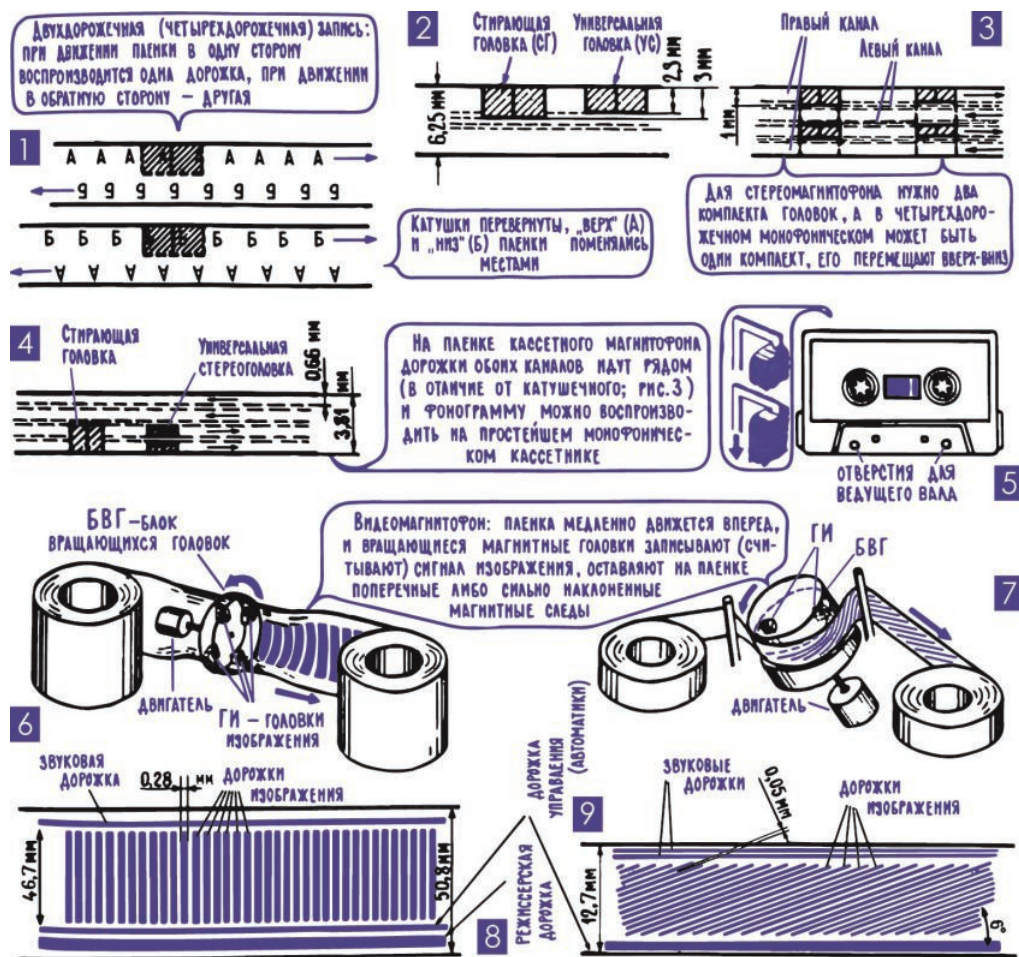

Рис. 13.14. Многодорожечная запись звука и видеозапись
*26. В большинстве магнитофонов электрический сигнал записывают на двух или на четырех параллельных дорожках, а в видеомагнитофонах – на большом числе дорожек, расположенных под углом или поперек пленки.* Для магнитофонов, где пленка наматывается на катушки, шестимиллиметровая пленка, пожалуй, самая удобная. Во всяком случае, более узкая пленка, по-видимому, легко спутывалась, перекручивалась и рвалась бы. С другой стороны, при современных ферромагнитных покрытиях пленки, магнитных головках, усилителях можно было бы обойтись и более узкой пленкой. Компромиссным решением стала многодорожечная запись – сначала на стандартной шестимиллиметровой пленке стали записывать две фонограммы, а часто и четыре (рис. 13.14). Соответственно, уже при двухдорожечной записи возможна двухканальная стереофония, а при четырехдорожечной – даже квадрофония.
Проигрывание фонограмм с разных дорожек возможно двумя разными способами. В большинстве двухдорожечных магнитофонов головки просто закреплены в приподнятом положении, чтобы они прилегали к пленке не по всей ширине, а лишь к ее половине (рис. 13.14; 1). При этом чтобы перейти с одной дорожки на другую, пленку нужно просто перевернуть. Это довольно удобно, можно обойтись без перемотки пленки – в одну сторону проигрывается одна дорожка, а затем кассеты меняют местами, переворачивают, и звучит вторая дорожка.
Есть магнитофоны, в которых два комплекта головок, их можно переключать в зависимости от того, какая дорожка используется для записи или воспроизведения. Причем пленка может двигаться как в одну, так и в другую сторону, что создает дополнительные удобства – катушки не только не нужно перематывать, но даже не нужно переставлять. Иногда в магнитофонах такого типа имеется один комплект головок, и при переходе с дорожки на дорожку головки просто поднимаются или опускаются. В четырехдорожечных магнитофонах имеются два блока – блок стирающих головок и блок универсальных головок, в каждом из которых по две одинаковые головки, расположенные одна над другой (рис. 13.14; 3). При стереофонии обе головки одного блока работают одновременно, каждая в своем канале.
ловки (см. предыдущий раздел). Для записи звука в диапазоне до 20 кГц в магнитофонах первого класса скорость движения ленты почти 20 см/с (19,5 см/с), и отсюда можно подсчитать, что для записи видеосигнала ленту нужно протягивать мимо головки со скоростью  $20 \cdot 300 = 6000$  см/с = 60 м/с, примерно 200 км/ч! Трудно представить себе магнитофон, где лента движется быстрее курьерского поезда, не говоря уже о том, что при такой скорости большой пятисотметровой катушки хватит на каких-нибудь 8 секунд. И вместе с тем задача магнитной записи видеосигнала решена, причем решена просто и остроумно: сама лента движется сравнительно медленно, переходя с одной катушки на другую, а магнитная головка, вращаясь очень быстро, с огромной скоростью «прочерчивает» на ленте параллельные магнитные дорожки с записью видеосигнала. Эти невидимые дорожки располагаются иногда поперек пленки (рис. 13.14; 8), а чаще под небольшим углом (рис. 13.14; 9). Чтобы запись, а затем и воспроизведение сигнала шли непрерывно, используются две или четыре вращающиеся головки, они размещены на блоке вращающихся головок БВГ, который сидит на оси отдельного двигателя (рис. 13.14; 6, 7).
На ленте выделено место для двух дорожек записи звука (рис. 13.14; 9), а также для дорожки сигналов автоматики. Изображение будет устойчивым лишь в том случае, если и лента, и магнитные головки на БВГ будут двигаться очень точно и равномерно. Причем требования к механическим системам предъявляются настолько жесткие (БВГ, например, не должен отклоняться от своего «расписания» даже на миллионные доли секунды), что выполнить их можно только с помощью систем электронной автоматики, управляющих скоростью и фазой вращения двигателей ведущего вала и БВГ. Четкая система автоматического управления двигателями видеомэгнитофона позволяла записывать изображение очень узкими дорожками, и на небольшой, размером с ладонь, кассете видеомэгнитофона ВМ-12 умещалась трехчасовая программа, например два полнометражных фильма.
А сейчас нам пора возвращаться к аппаратам для записи звука, и видеомagnetofон BM-12 дает удобный повод – идея кассет для магнитной ленты, как и многое другое, пришла в видеозапись из звукозаписи. Удобство кассет не требует особых объяснений – кассета избавляет вас от необходимости каждый раз заправлять ленту, кассеты проще хранить, чем катушки, легче находить нужную запись. Первоначально кассеты применялись в переносных магнитофонах не очень высокого класса, с учетом этого и создавался соответствующий стандарт: невысокая скорость протягивания ленты, в основном 4,76 см/с, иногда еще и вторая скорость для записи речи (кассетный диктофон) – 2,38 см/с; пленка довольно узкая (ширина 3,81 мм) и сравнительно тонкая (до 0,018 мм, из них треть приходится на ферромагнитный слой); при небольшой скорости в компактной кассете умецаются ленты на 60 или на 90 минут звучания. Удобная мелочь: на кассете есть предохранительный пластмассовый язычок (упор). Если его выломать, то в образовавшуюся нишу будет входить рычаг, отключающий при этом систему записи, таким образом, выломав предохранительный язычок, вы защищаете дорожку вам запись от случайного стирания (рис. 13.14; 5).
Постепенно кассетные магнитофоны совершенствовались, появились аппараты четырехдорожечные и стереофонические (в них дорожки левого и правого каналов расположены рядом, и стереозапись можно проигрывать на монофоническом кассетном магнитофоне, разумеется, без стереоэффекта (рис. 13.14; 4). По качеству записи и воспроизведения «кассет-